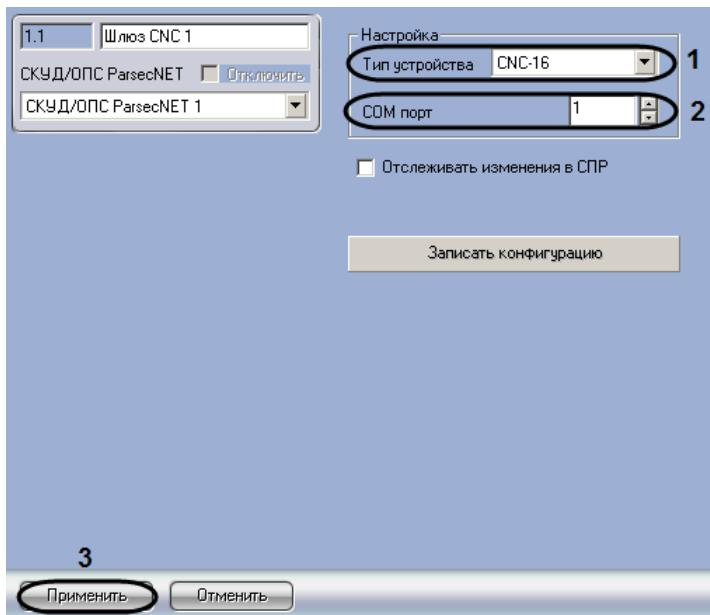

Рис. 3.3—4 Задание СОМ-порта подключения оборудования СКУД/ОПС ParsecNet
1. Перейти на панель настроек объекта **Шлюз CNC** (Рис. 3.3—4).
2. Из раскрывающегося списка **Тип устройства** выбрать значение **CNC-08** или **CNC-16**, соответствующее типу подключенного ЦКС (см. Рис. 3.3—4, 1).
3. В поле **СОМ-порт** ввести с помощью кнопок **вверх-вниз** порт подключения оборудования *СКУД/ОПС ParsecNet* (см. Рис. 3.3—4, 2).
4. Нажать кнопку **Применить** (см. Рис. 3.3—4, 3).